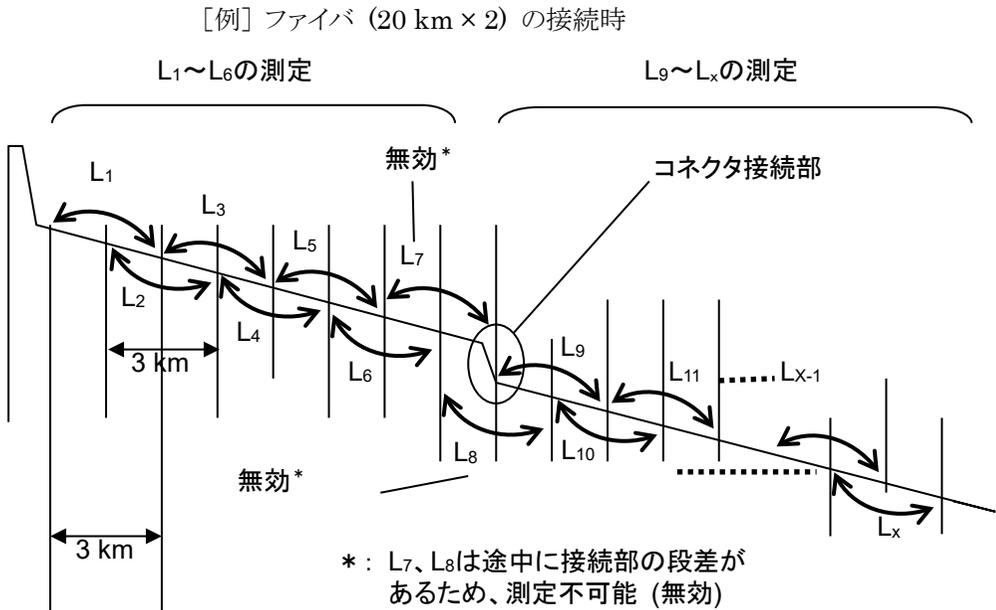

図 15.3.5-2 リニアリティ測定図
20. ロータリノブを回して 1.5 km に①、4.5 km にマーカ②を移動します。
21. ①-②の dB/km を記録します。これを図 15.3.5-2 の L_2 とします。